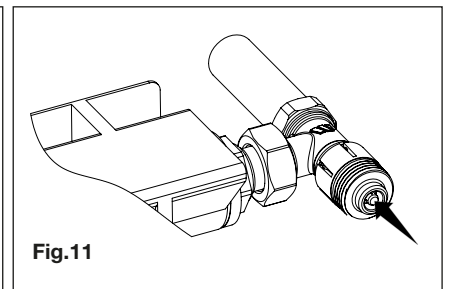

Fig.11
- Fije el casquillo a presión (Fig. 11);